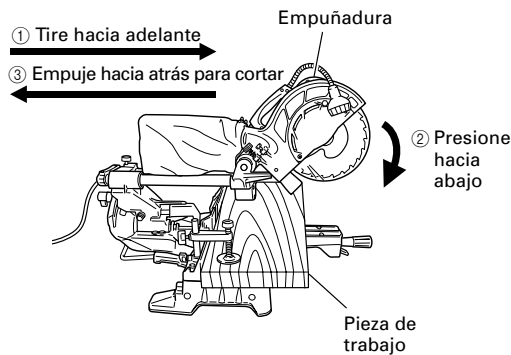

Fig. 28
Después presione hacia abajo la empuñadura y deslice la hoja de sierra hacia atrás para cortar la pieza de trabajo como se indica en la Fig. 28. Esto facilitará el corte de piezas de trabajo de hasta 2-9/16" (65mm) de altura y 12-1/4" (312mm) de anchura.
* Para el corte deslizable, siga los procedimientos indicados en la Fig. 28 anterior. El corte deslizable hacia adelante (hacia el operador) es muy peligroso porque la hoja de sierra puede salir despedida de la pieza de trabajo. Por lo tanto, deslice siempre la empuñadura alejándola de usted mismo.